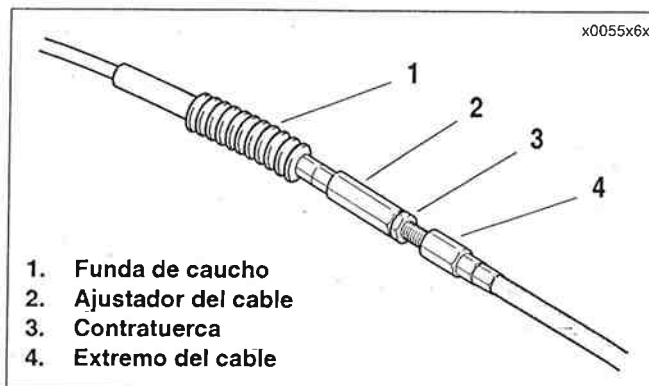

Figura 2-147. Mecanismo de ajuste del cable del embrague
3. Vea la Figura 2-147. Deslice la funda de caucho (1) en el ajustador del cable del embrague (2) hacia arriba para dejar expuesto el mecanismo del ajustador. Afloje la contratuerca (3) del ajustador. Gire el ajustador para acortar la caja del cable hasta que haya bastante juego libre en la palanca manual del embrague. Consulte AJUSTE en 1.12 EMBRAGUE.